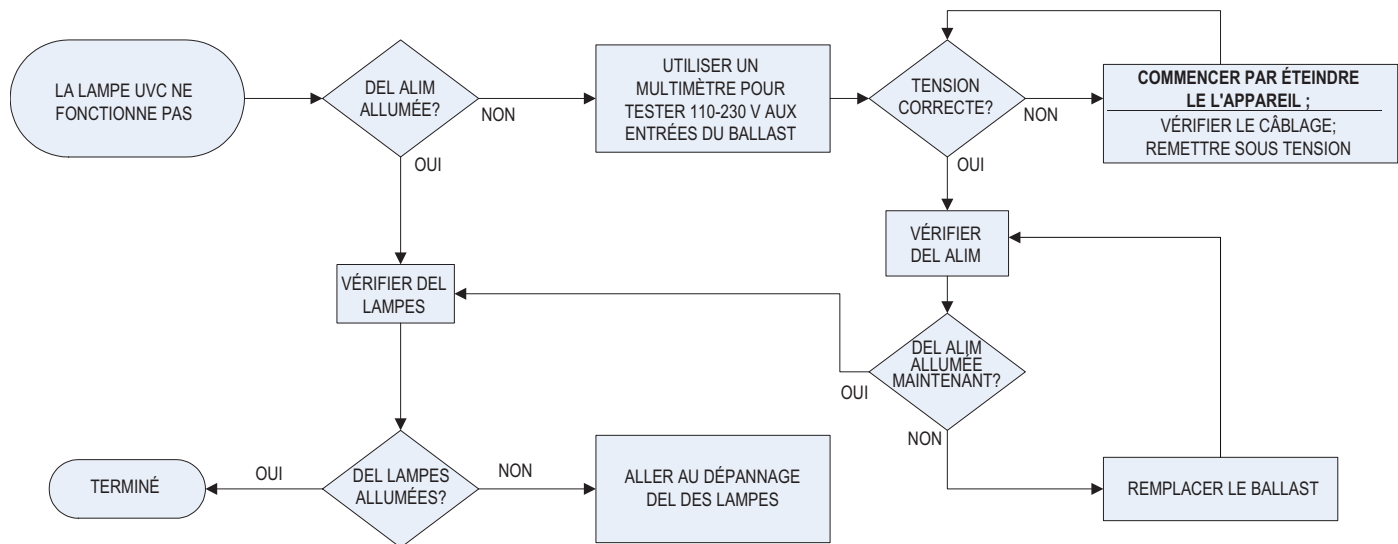
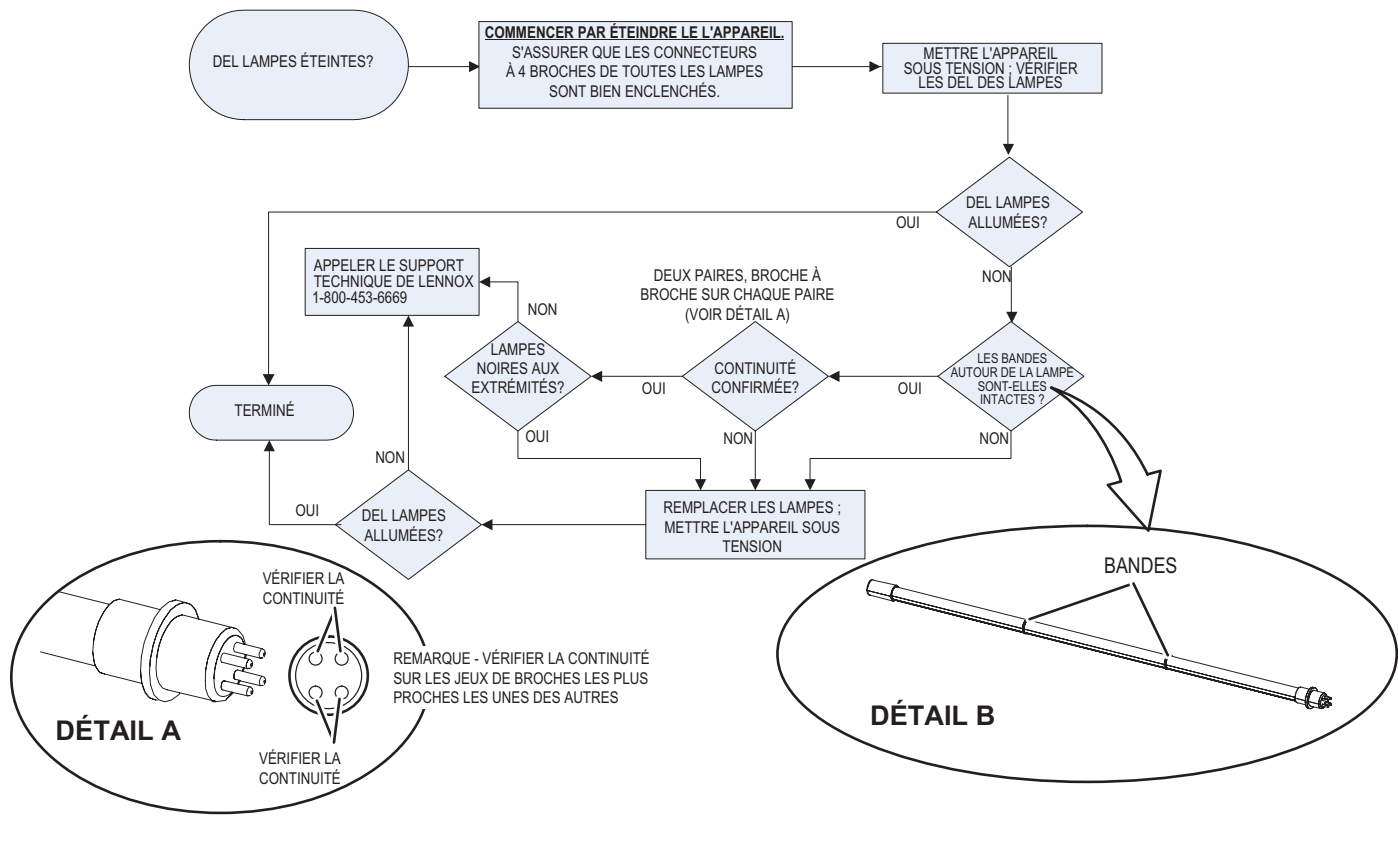

FIGURE 45
FIGURE 46
- 2 - Vérifier la continuité électrique entre les broches de la lampe pour vérifier la continuité des filaments de la lampe (voir FIGURE 46).
Des tableaux de dépannage sont fournis pour aider à déterminer la cause des problèmes rencontrés FIGURE 45 et FIGURE 46).